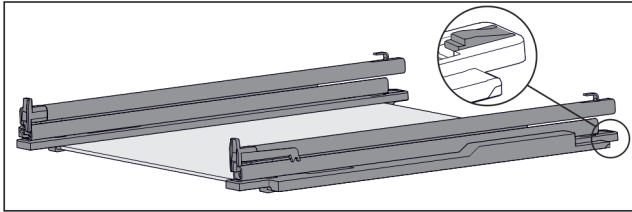

Fig. 77 Glasplaat met rails en vasthouddelen
- ▶ Vasthouddel achter omlaag duwen (zie Fig. 77) en tegelijk rails naar achteren schuiven.